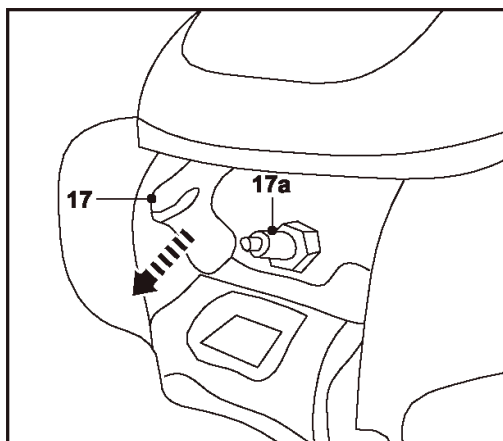

Рис. 29
1. Отсоедините наконечник провода от свечи зажигания (17) (см. рис. 29).